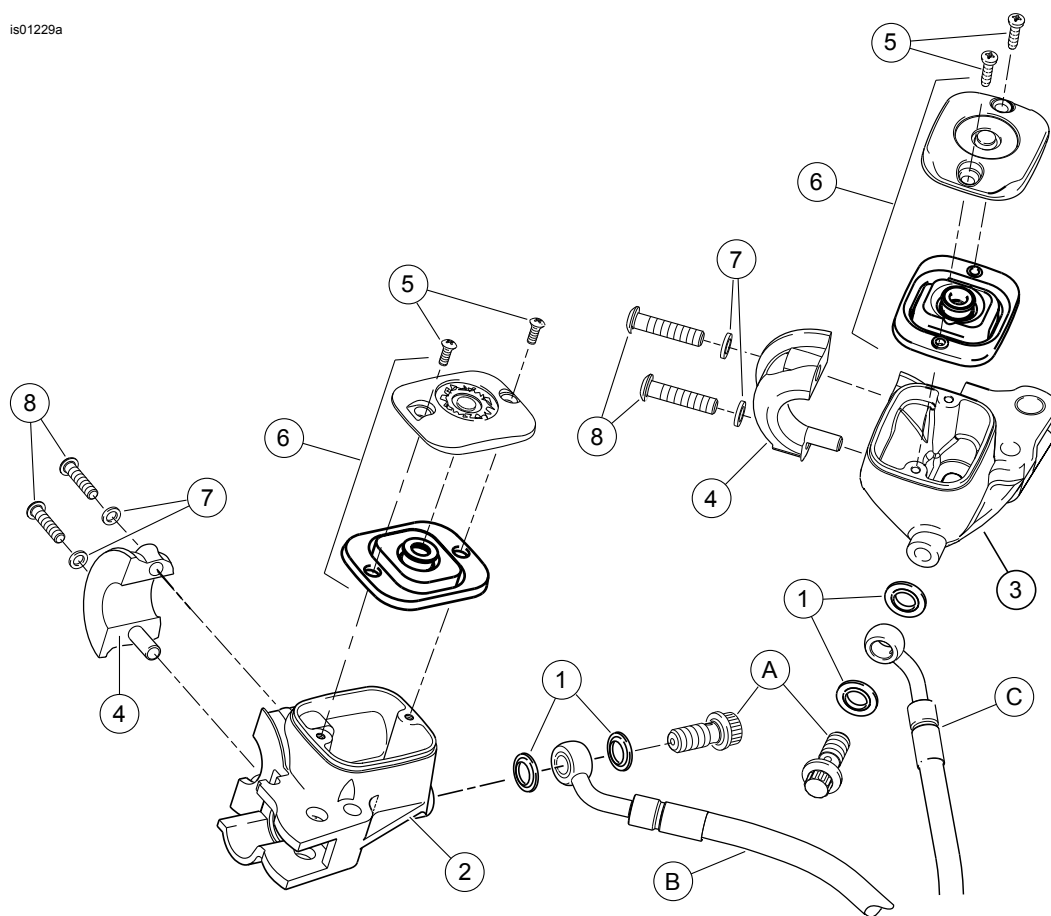

Figura 11. Peças de reposição: Kit de reservatório do cilindro-mestre cromado
- Veja Figura 11. Pegue a nova estrutura do cilindro-mestre/reservatório do freio (2) do kit. Limpe a nova estrutura do cilindro-mestre, a tampa e a junta da tampa com álcool desnaturalado ou com grau do fluido de freio especificado no Manual de serviço. Substitua, se necessário. Não contamine com óleo mineral ou outros solventes. Seque com um pano limpo sem fiapos.
6. Veja Figura 11. Alinhe os furos do prendedor do guidom (4) com os furos da estrutura do cilindro-mestre e inicie os parafusos (8) com arruelas lisas (7). Posicione para o conforto do motociclista. Começando pelo parafuso superior, aperte os parafusos.
8. Veja Figura 11. Pegue o parafuso banjo e 2 novas arruelas de aço/borracha (1) no kit. Instale a tubulação hidráulica no conjunto do cilindro-mestre usando o parafuso banjo com a arruela orientados em cada lado da tubulação. Aperte o parafuso banjo.
Veja Figura 11 e Tabela 1.